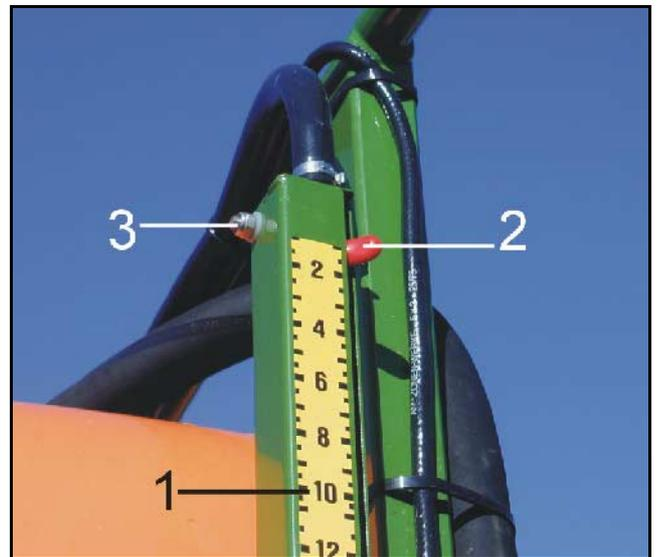

Fig. 9.4
- Llenar exactamente 500 l de agua en el recipiente de caldo. Sobre la escala (Fig. 9.4/1) la manecilla indicadora (Fig. 9.4/2) debe indicar el valor de escala "5" para 500 l. Si el nivel de llenado muestra un valor diferente a la cantidad de agua llenada,
- ajustar la manecilla indicadora (Fig. 9.4/2) exactamente sobre el valor de escala "5" girando el tornillo (Fig. 9.4/3) .